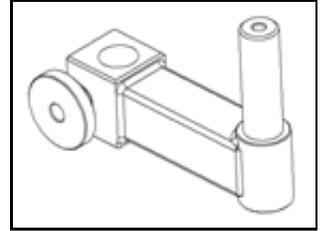

ABBILDUNG 3-3. RADIALHALTERUNG
3. Bei Verwendung einer Radialhalterung (A-1023; siehe Abbildung 3-3) ist diese über der Befestigungsstange zu montieren.